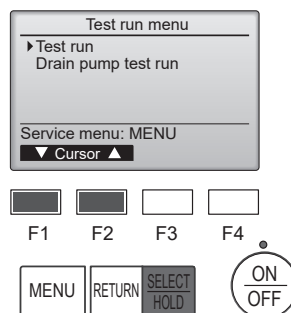

Fig. 6-4
- 4 Seleccione "Test run" (Modo prueba) con el botón [F1] o [F2], y pulse el botón [SELECT/HOLD]. (Fig. 6-4)